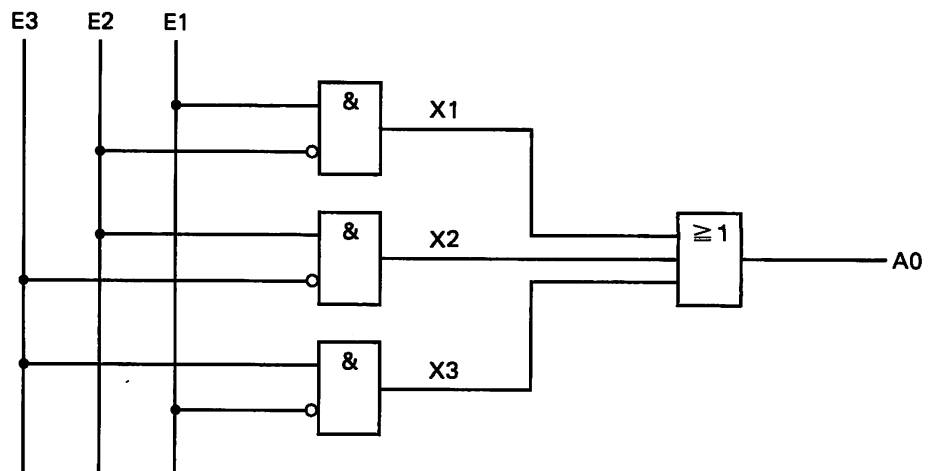

Bild F10.1
9. a) Stellen Sie nun nach Bild F10.1 für die eingetragenen Hilfsvariablen X die Schaltfunktionen auf.